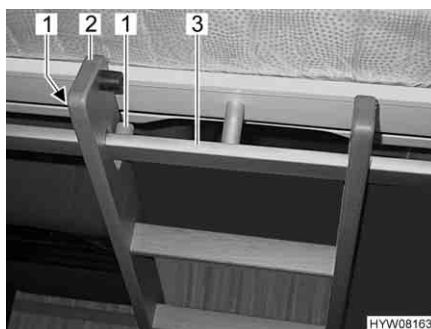

Fig. 58 Scaletta di accesso, agganciata
- Agganciare la scaletta di accesso (Fig. 58,2) con le due staffe nella barra di presa (Fig. 58,3) al letto basculante. Durante l'agganciamento fare attenzione che il longherone della scala venga posizionato tra i due dispositivi di fissaggio (Fig. 58,1). Questo serve a impedire che la scaletta di accesso scivoli di lato.
- Staccare la scaletta di accesso (Fig. 58,2) dalla barra di presa (Fig. 58,3) nel letto basculante.